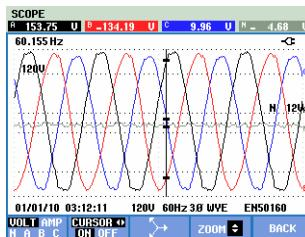

Рис. 22-2 Отображение осциллографм, курсор включен
- Нажмите F2, чтобы включить Курсор. При помощи клавиш со стрелками влево/вправо переместите курсор горизонтально вдоль осциллографмы. Значение осциллографм на Курсоре отображается в заголовке экрана, как показано на Рис. 22.2.